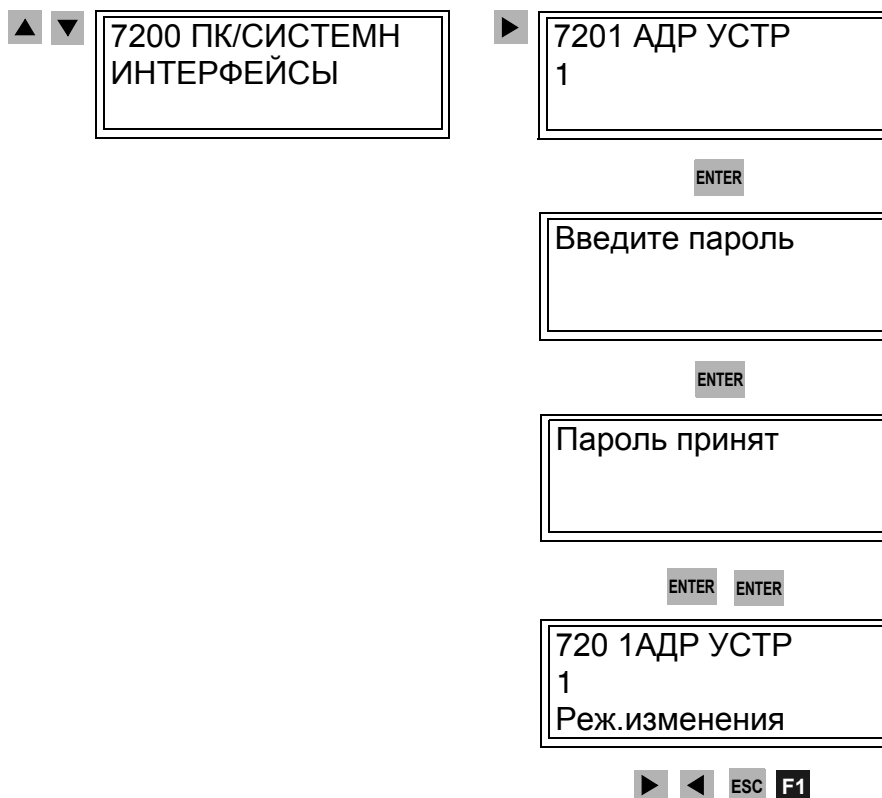

рис. 3-5 Меню для установки адреса устройства в терминале присоединения
- Используйте навигационные клавиши  или  для перемещения к пункту меню **7200 ПК/СИСТЕМН ИНТЕРФЕЙСЫ** и клавишу  для продолжения перемещения к подменю до появления параметра **7201 АДР УСТР** (рис. 3-5, стр. 49).